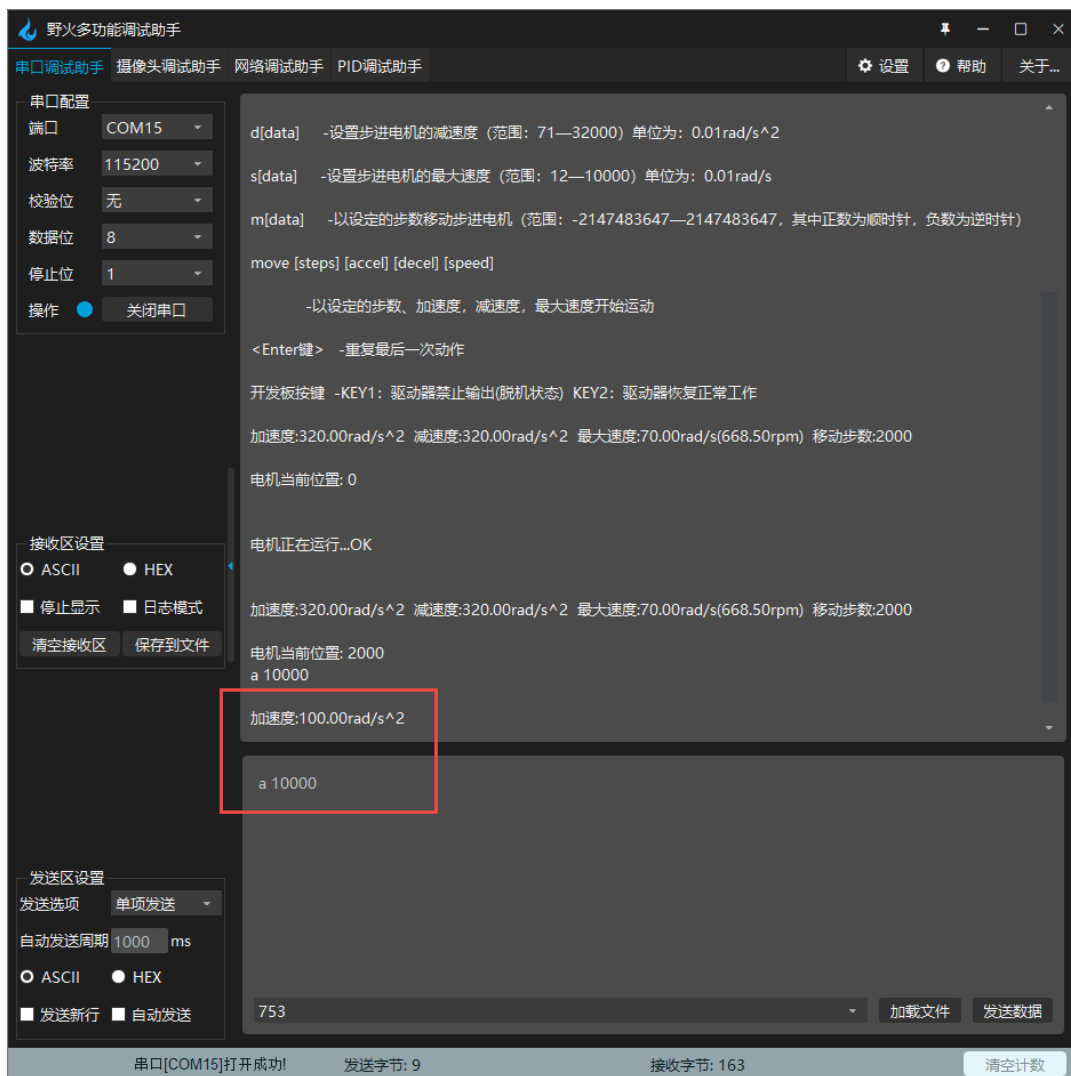

图 2-8 串口终端设置加速度打印信息
- a: 设置加速度，例如我们需要设置加速度为  $100 \text{ rad/s}^2$ ，加速度的单位为  $0.01 \text{ rad/s}^2$ ，经过计算 a 的值应该为  $100/0.01=10000$ ，所以在串口终端输入框下输入“a 10000”+回车键然后按发送，开发板收到指令后，串口会打印对应的加速度的值，见图 2-8。